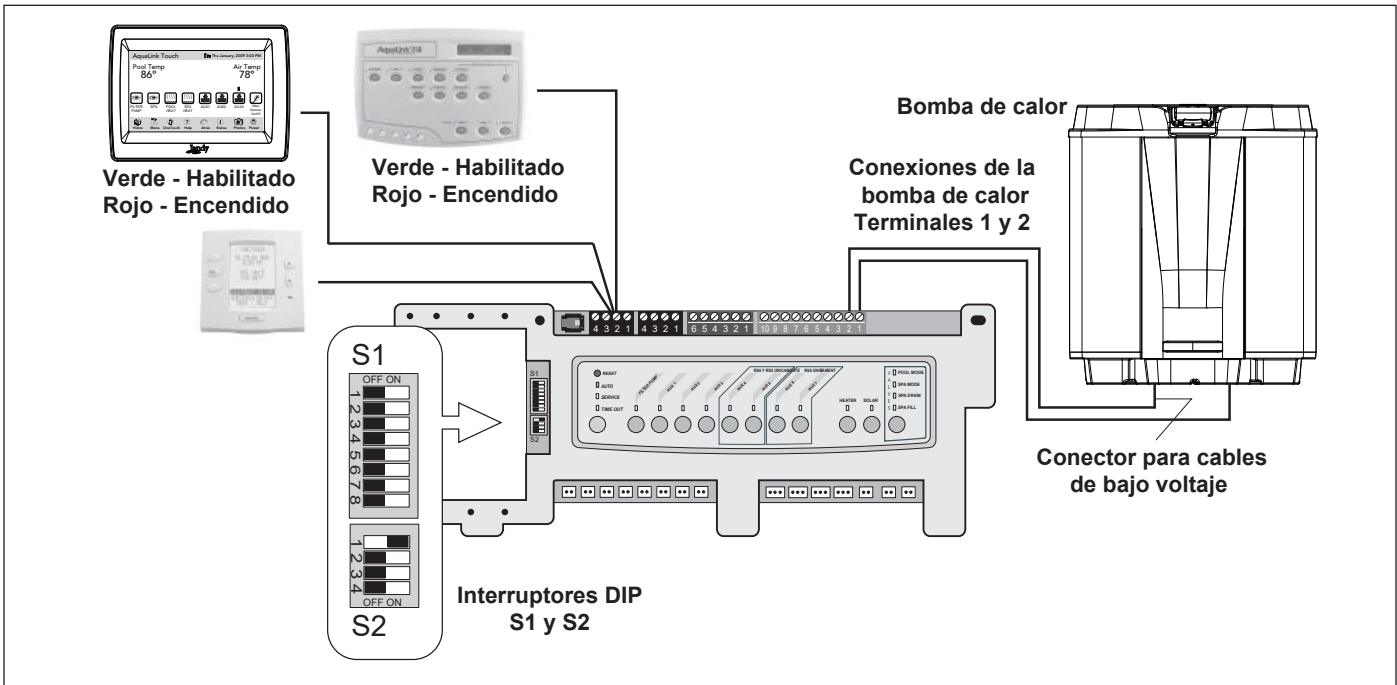

Figura 11. AquaLink RS a bomba de calor Jandy JRT, conexión de T-Stat (2 cables)
- Conecte dos (2) cables a los terminales verdes de 10 pines 1 y 2 de AquaLink RS.
- Ponga DIP S2-1 (pin 1 del interruptor DIP de 4 posiciones) en posición ON (Encendido). Consulte la Figura 11.